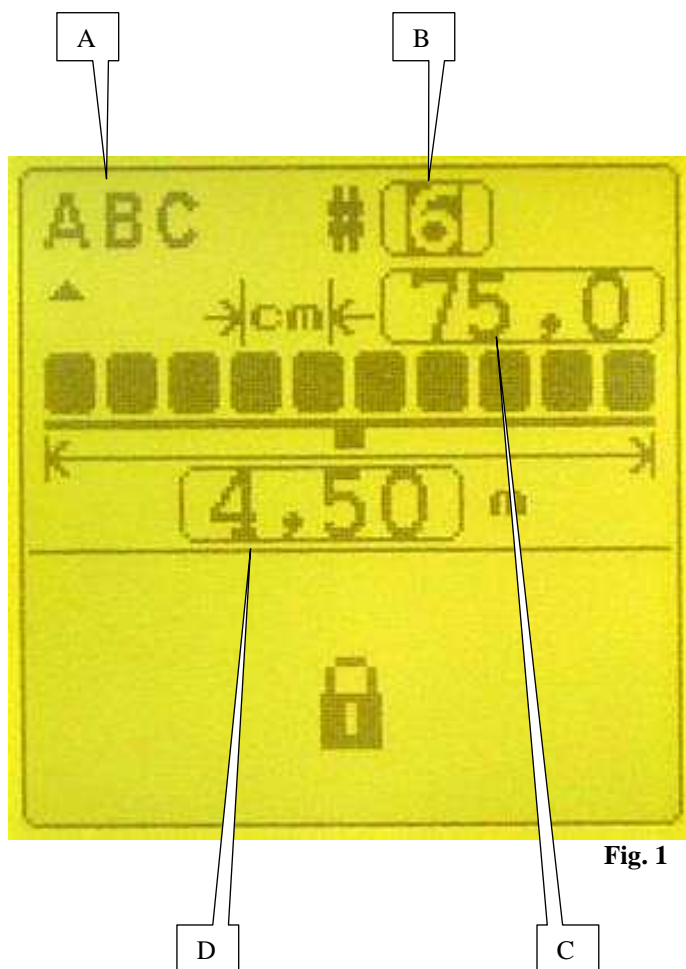

Fig. 1
**a) sottoprogramma di configurazione console (Fig. 1)**
l'icona e confermare. Verrà visualizzata la schermata (Fig. 1).
l'écran et valider. L'affichage (Fig. 1) apparaît
In programming mode, highlight the screen and confirm. The display (Fig. 1) will appear.